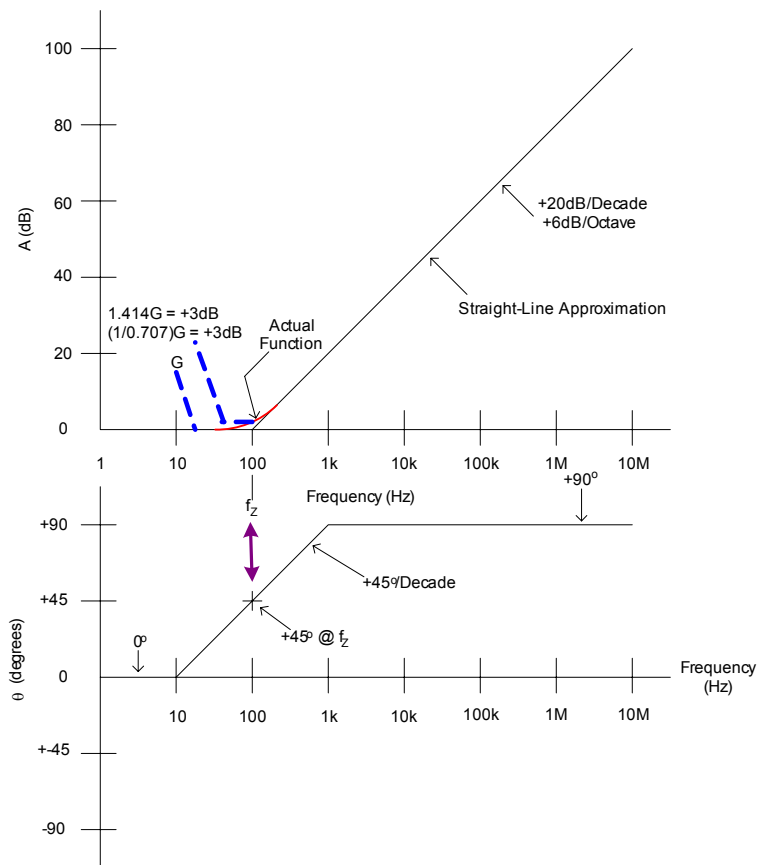

图 1.6 零点：波特曲线幅度与相位
**零点**→ 单个零点响应在波特图（幅度或增益曲线）上具有按  $+20\text{dB/decade}$  或  $+6\text{dB/octave}$  斜率上升（对应于下降）的特点。在零点位置，增益为直流增益加  $3\text{dB}$ 。在相位曲线上，零点在其频率  $f_z$  上具有  $+45^\circ$  的相移。相位在  $f_z$  的两边以  $+45^\circ/\text{decade}$  斜率变化为  $0^\circ$  与  $+90^\circ$ 。单零点可用图 1.6 中的简单 RC 高通网络来表示。请注意零点相位是如何影响直到高于（或低于）零点频率 10 倍频程处的频率的。